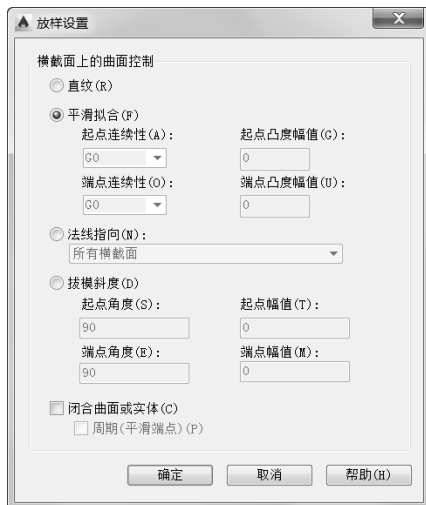

图 9-62 “放样设置”对话框
- “设置(S)”：选择该选项时，系统弹出图 9-62 所示的“放样设置”对话框，从中可以设置横截面上的曲面控制选项。